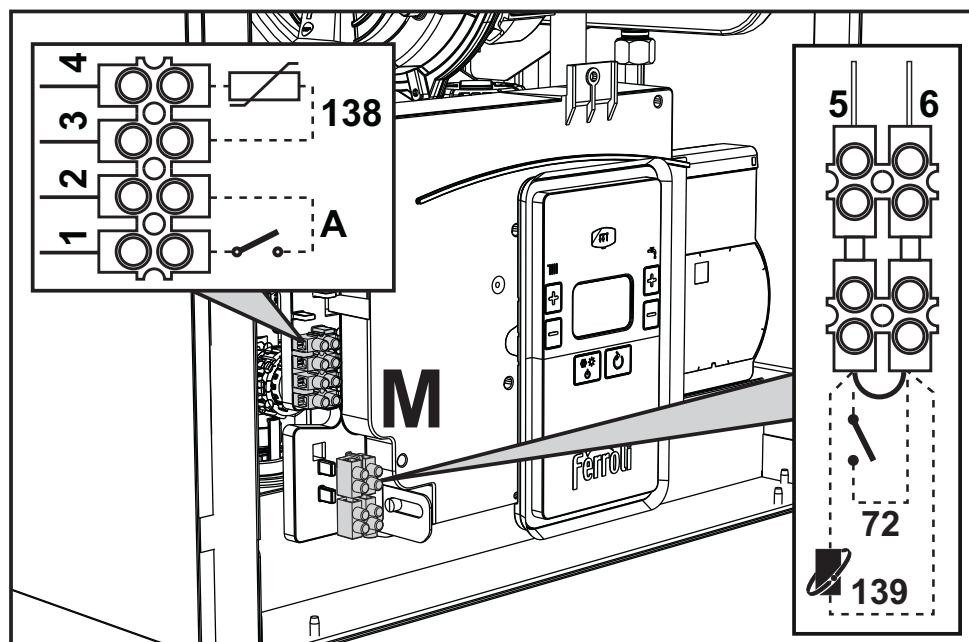
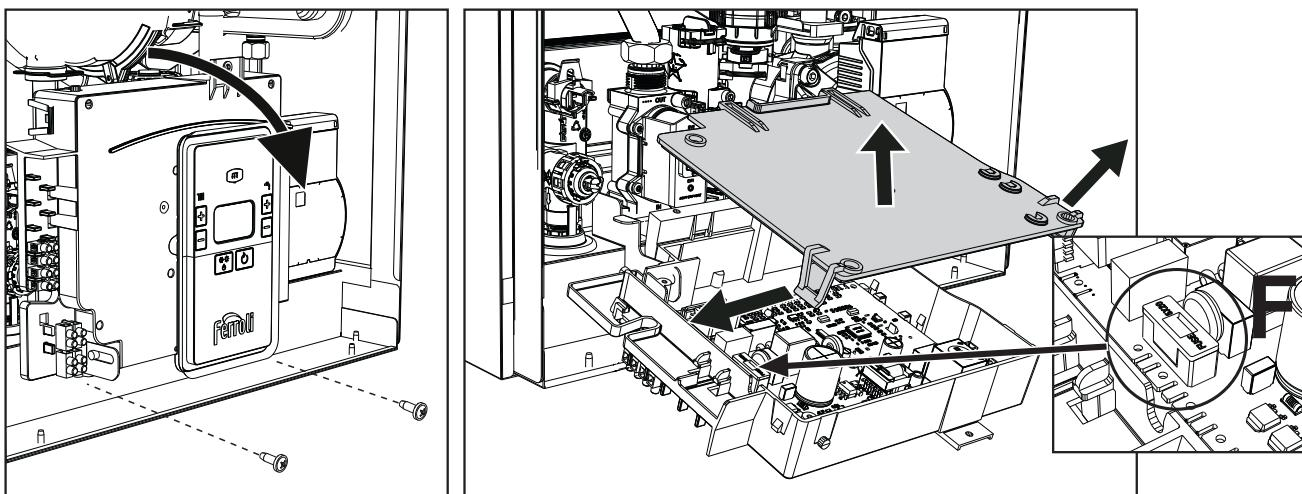

рис. 18
рис. 19
После снятия передней панели (*** 'Открытие передней панели' on page 215 ***) можно получить доступ к клеммным колодкам (M) и предохранителю (F), действуя согласно нижеприведенным указаниям (рис. 18 и рис. 19). **Клеммы, указанные на рис. 18, должны иметь чистые контакты (не 230В).** Расположение зажимов и их назначение показаны также на электрической схеме на рис. 45.
Конфигурация выключателя ON/OFF (А рис. 19)